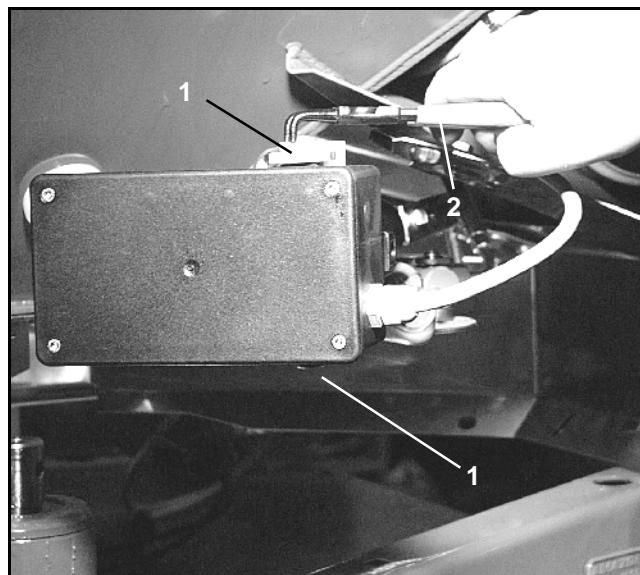

Рис. 5
- Оба защитных зажима (Рис. 5/1) снимите при помощи кольцевых щипцов (Рис. 5/2).